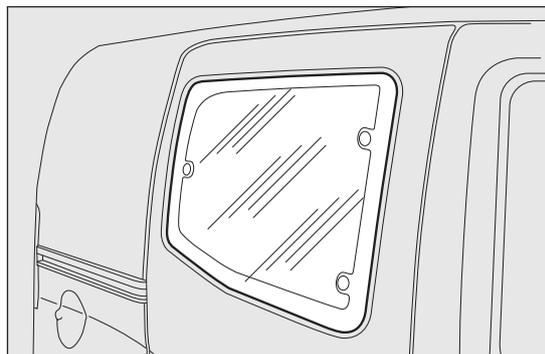
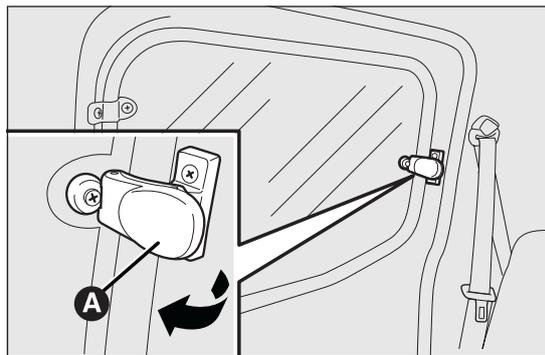

fig. 56
fig. 57
Per aprirli, procedere come segue fig. 56 fig. 57:
- spostare la leva A fig. 57 verso l'esterno fino ad ottenere la completa apertura del vetro.